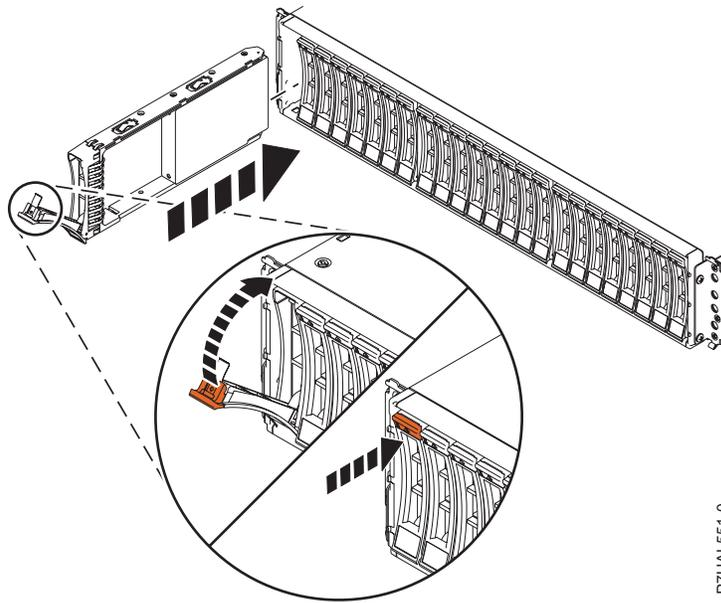

Abbildung 10. Plattenlaufwerk im Plattenlaufwerkgehäuse installieren
2. Halten Sie die Unterseite des Plattenlaufwerks fest und richten Sie sie an den Führungsschienen im Plattenlaufwerkgehäuse aus. Dabei muss der Griff entriegelt sein. Ein entsprechendes Beispiel finden Sie unter Abb. 10 auf Seite 10.